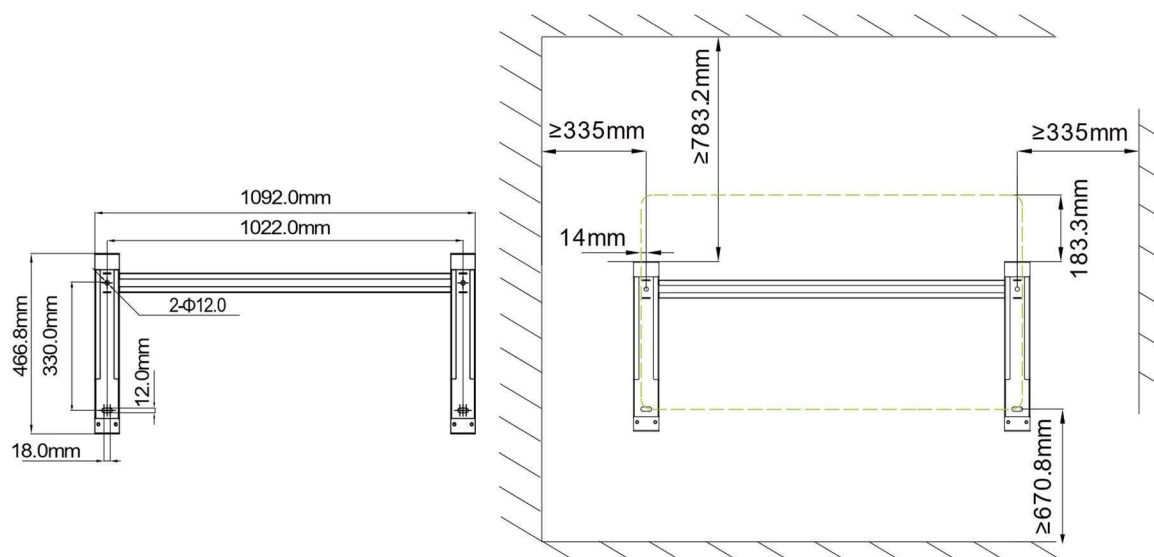

Fig. 3-6 Diagrama dos orifícios de montagem
1. Marque as posições dos orifícios na estrutura de montagem de acordo com as posições e tamanhos dos orifícios do suporte de montagem, conforme mostrado na Fig. 3-6.